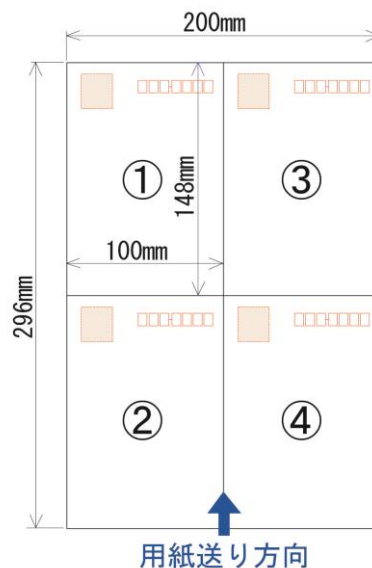

図 7-4-3-1
まずは、送り方向（長辺方向）のカット寸法はデフォルトのまま 1 枚テストカットします。カットした 4 枚のはがきをカット前と同じ状態に並べて（図 7-4-3-1）、①と②に寸法差がある場合は、先端余白寸法調整をおこなってカット寸法を微調整します。